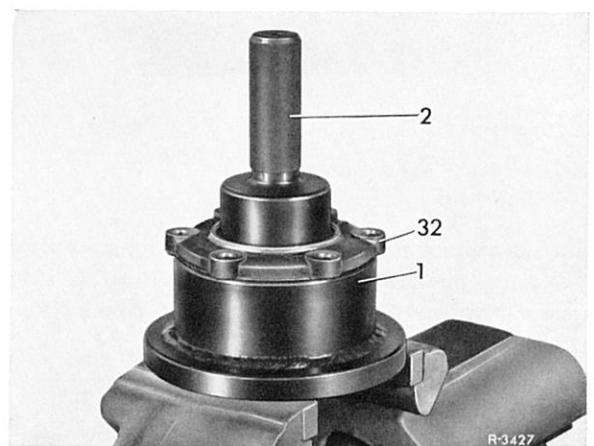

Bild 35–1/26
40 Dichtringe (24) von den Lagerdeckeln abnehmen. Abdichtringe (23) mit einem Schraubenzieher bzw. zusammen mit den Lageraußenringen (25) mit der Vorrichtung (1) aus den Lagerdeckeln (32) drücken (Bild 35–1/25 u. 26).